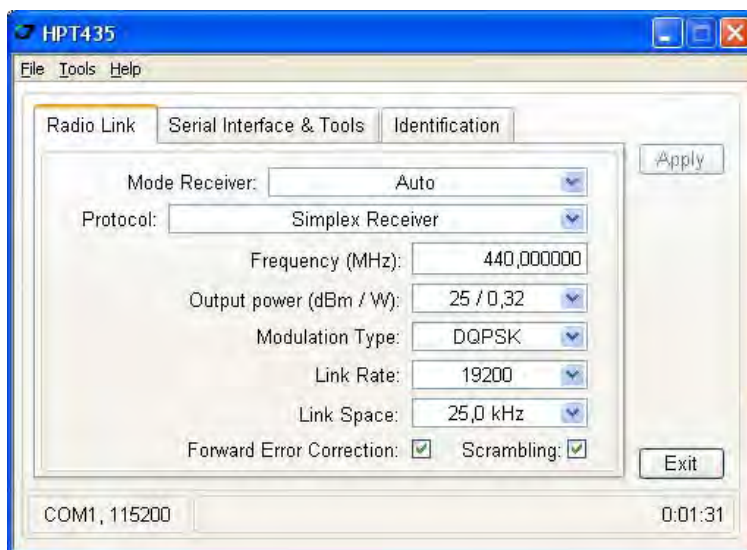

Рисунок 15. HPT435 закладка Radio Link
1. В закладке *Radio Link* установите следующие параметры (Табл. 1 на стр. 20) и нажмите *Apply* (Рис. 15):